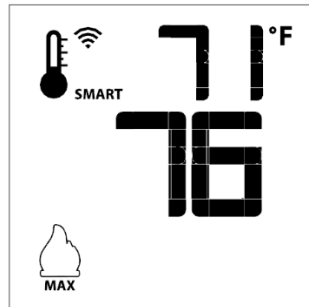
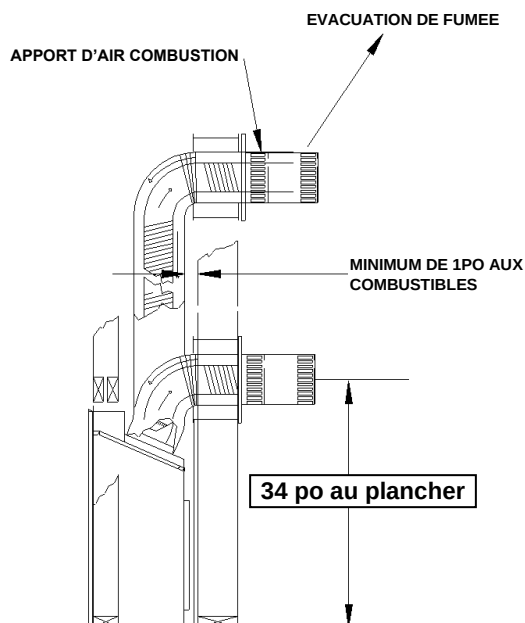
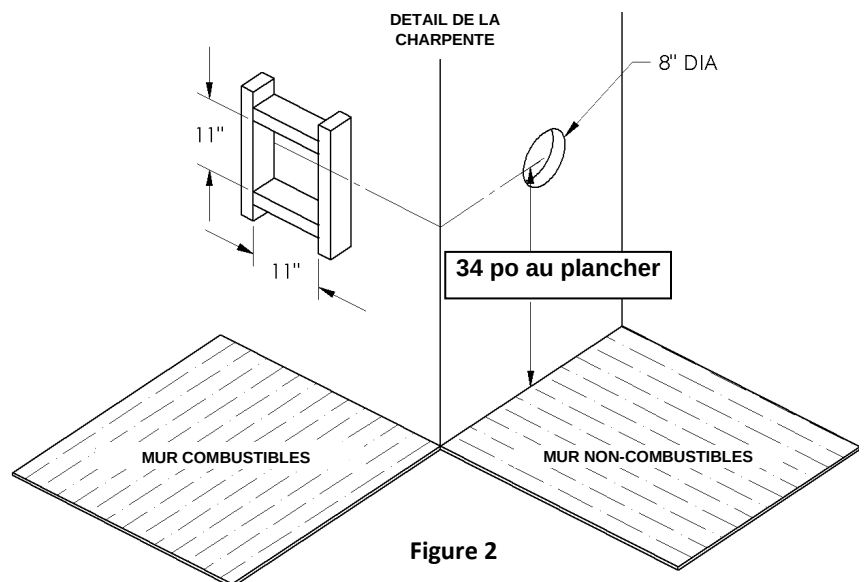

Fig. 11: Fonction flamme Smart
Figure 1
Figure 2
Pour activer cette fonction, appuyer sur la touche Thermostat (Fig. 1). L'afficheur LCD de la télécommande changera, montrant que le thermostat d'ambiance est ON et que la température de consigne est maintenant visualisée (Fig. 9). Pour régler la température de consigne désirée, appuyer sur les touches fléchées Haut ou Bas jusqu'à ce que cette température s'affiche sur la télécommande.
Pour activer cette fonction, appuyer sur la touche Thermostat (Fig. 1) jusqu'à ce que le mot « SMART » s'affiche à droite du bulbe de température (Fig. 11).
Si l'appareil est équipé d'un ventilateur de circulation d'air chaud, la vitesse du ventilateur peut être contrôlée par le système Proflame. Le ventilateur peut être réglé sur six (6) vitesses. Pour activer cette fonction, utiliser la touche Mode (fig. 1) pour sélectionner l'icône de contrôle du ventilateur (Fig. 13). Utiliser les touches fléchées Haut/Bas (fig. 1) pour démarrer, arrêter le ventilateur ou en régler la vitesse (fig. 14). La réception de la commande est confirmée par un seul bip.
La fonction auxiliaire contrôle la sortie d'alimentation AUX au niveau de la commande d'éclairage graduable. Pour activer cette fonction, utiliser la touche Mode (Fig. 1) pour sélectionner l'icône AUX (fig. 15 et 16).
L'intensité de la sortie peut être réglée sur six (6) niveaux. Utiliser les touches fléchées Haut/Bas (fig. 1) pour régler le niveau de sortie (fig. 16). Un seul bip confirme la réception de la commande.
Placez les ressorts d'espacement environ tout les 2pi pour stabiliser le conduit flexible de 4po à l'intérieur du conduit flexible de 7po. Pour les courbes, placez les ressorts dans la courbe ou avant et après. (voir fig.1)
Étirez les tuyaux de 4po et 7po pour que le tuyau de 7po dépasse du mur extérieur d'environ 2po ou 3po et le tuyau de 4po sorte de celui de 7po d'environ 2po à 3po. (voir fig.1) Attachez le tuyau de 4po à l'évent de sortie en premier et fixez-le à l'aide de scellant et de vis puis attachez le conduit flexible à l'évent et fixez le à l'aide calfeutrage et de vis. L'évent peut ensuite être repoussé vers le mur extérieur et attaché à la maison en le vissant à la charpente. Mettez de la silicone autour de l'évent de sortie pour le rendre étanche. Si vous allez utiliser un écran de revêtement, fixez le en utilisant les mêmes trous que pour le dessus de l'évent, après que celui-ci ait été étanchéifié avec du calfeutrant.
1. Pour déterminer la distance minimale entre le plancher du foyer et le centre de l'évent voir la page Comment encastrer votre foyer. Percez le mur en prévoyant un espace pour un manchon de 11po x 11po (diamètre intérieur) pour les murs combustibles et un manchon de 8po de diamètre pour les murs non combustibles. (voir figure 2)
4. Pour installer le manchon centrez-le à l'intérieur de l'ouverture de 11po x 11po de la charpente et fixez-le. Passez le conduit dans le manchon mural. (Voir fig.1)
La longueur maximale de conduit horizontal avec un coude à 90 degré au carneau (sortie de fumée) de l'appareil est de 4pi/122cm (figure 1). La longueur maximale est de 20p /6,1m lorsque la longueur verticale est de 7pi/2,1m (figure 2) N.B. : Pour chaque 12po de conduit horizontal il doit y avoir 1/4po de conduit vertical.